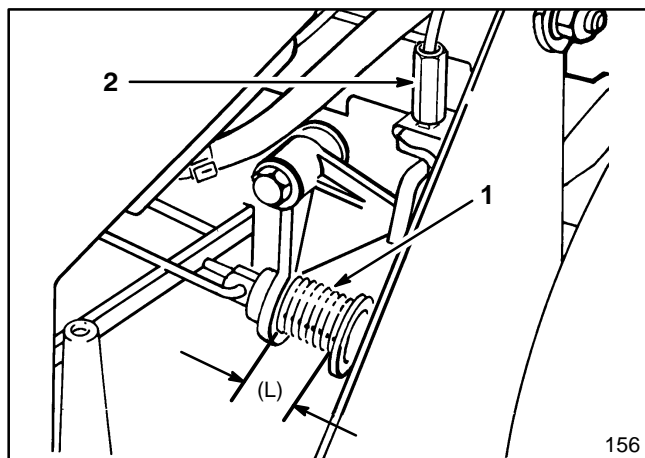

Figura 31
3. Abbassate e sollevate la barra di comando sulla stegola. Con la barra di comando contro la stegola, misurate la lunghezza della molla (L) sul lato anteriore della molla, come illustrato in Figura 31.